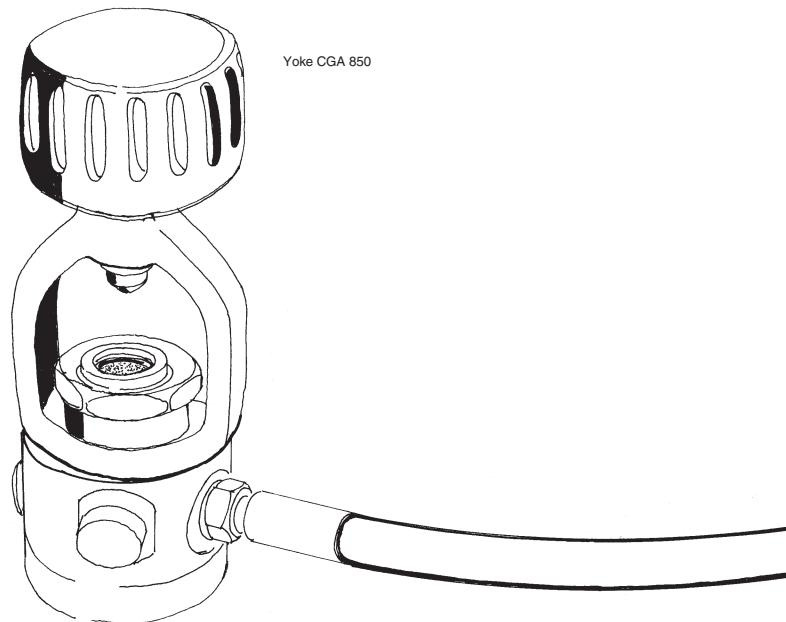

Fig. 1a
- Pression maximum 232 bar (étier international CGA 850) Fig. 1a.